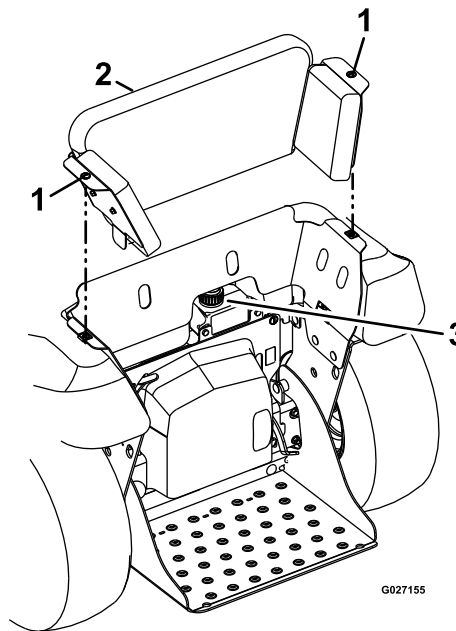

Figura 97
2. Gire en sentido antihorario las 2 fijaciones que sujetan el apoyo de las rodillas al chasis de la máquina (Figura 97).
3. Tire del apoyo de las rodillas hacia arriba y hacia atrás para retirarlo de la máquina (Figura 97).
4. Limpie la zona alrededor del depósito de expansión del fluido y retire el tapón (Figura 97).
7. Instale el tapón en el depósito de expansión y apriete el tapón hasta que quede firme (Figura 97).